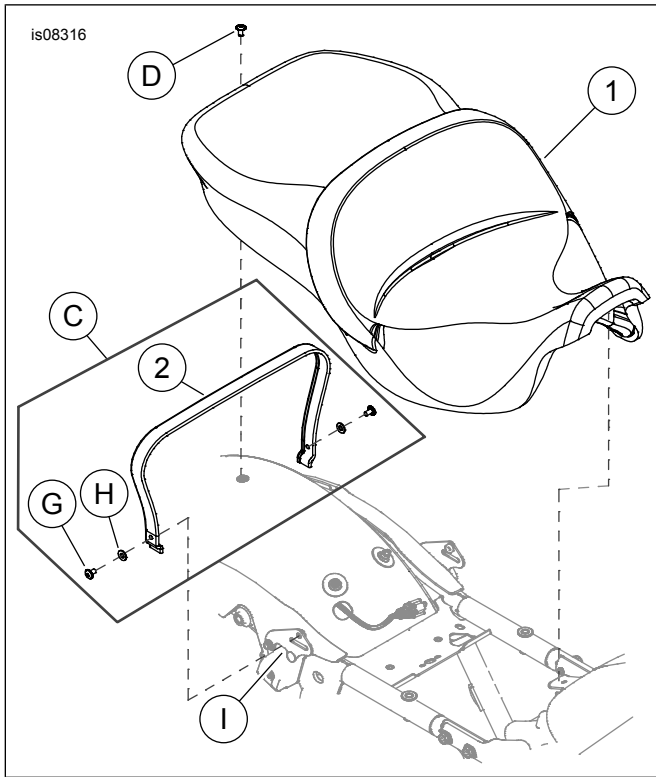

Abbildung 2. Inhalt des Satzes: Touring Sitz
1. Siehe Abbildung 2. Die Schrauben (G) des Halteriemens, die Unterlegscheiben (H) und den Halteriemens vom Fahrzeug entfernen.
3. Entfernen Sie die Schraube mit Unterlegscheibe (D) und den Sitz.